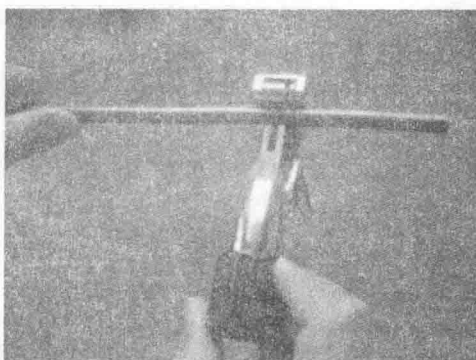

图 1-6 铜管切割加工
- (1) 将所需加工的铜管夹装到割管器手柄至铜管边，如图 1-6 示；
- (2) 将整个割管器绕铜管顺时针方向旋转；
- (3) 割管器每旋紧 $1/2$ 圈，需调紧手柄 $1/4$ 圈；
- (4) 重复 2、3 步骤，直至铜管被割断。